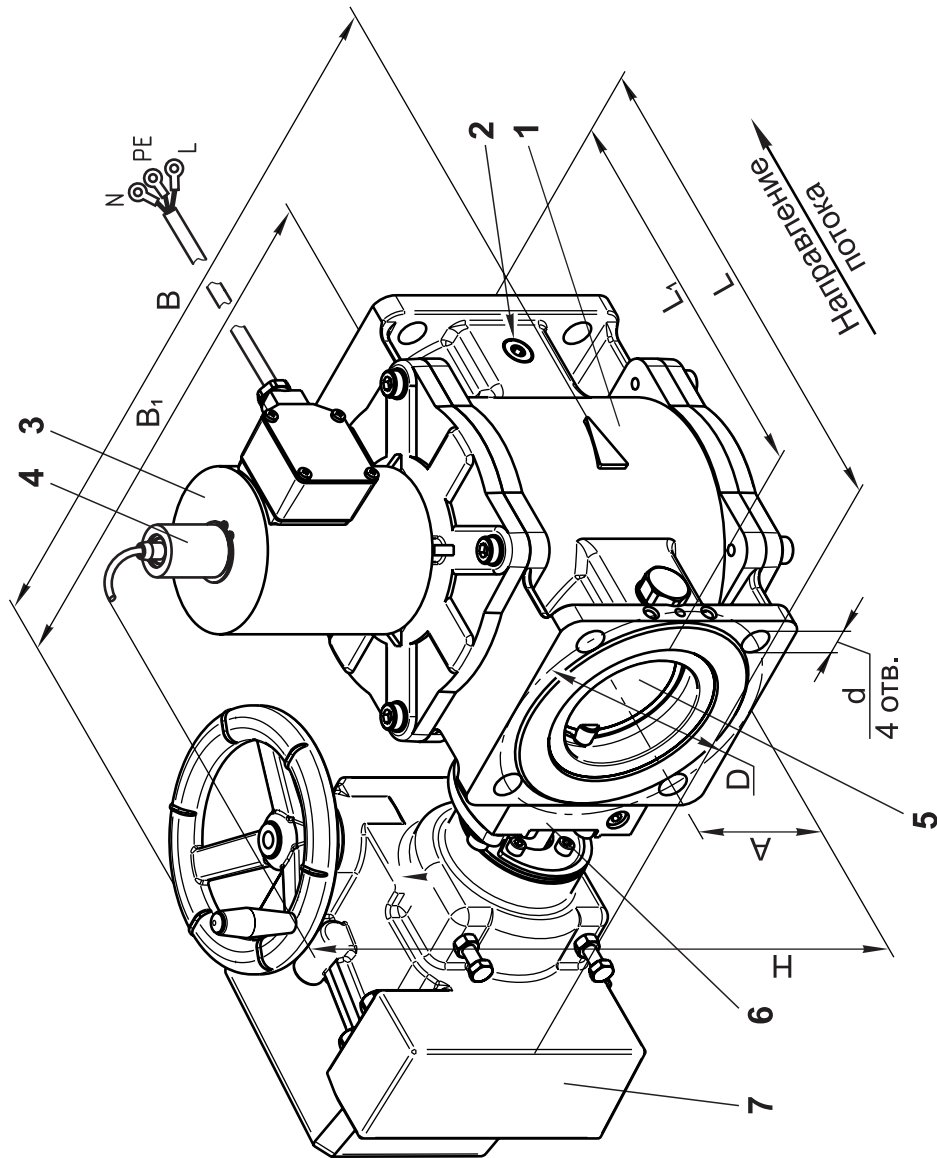

Рис. 1
2.1 Клапан (см. рис. 1, 2) состоит из следующих основных узлов и деталей: